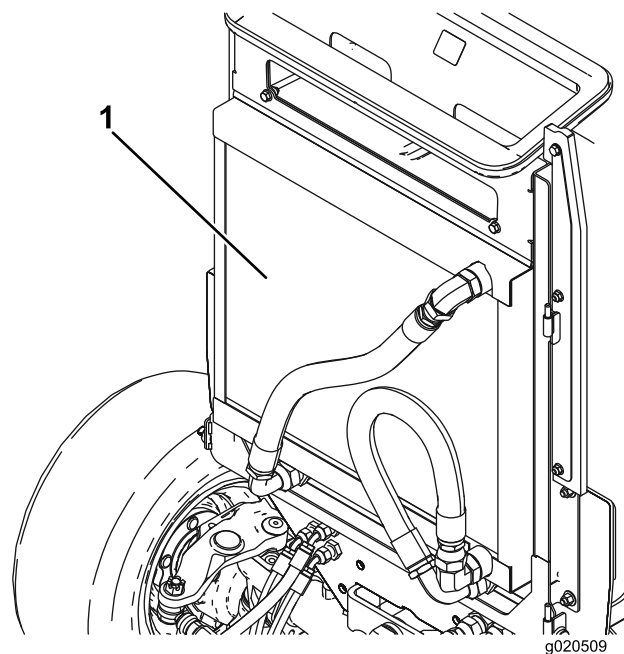

Figura 77
4. Limpie a fondo ambos lados de la zona del enfriador de aceite/radiador (Figura 77) con aire comprimido. Empezando en la parte delantera, sople los residuos hacia la parte trasera. Luego, limpie desde atrás, soplando los residuos hacia adelante. Repita el procedimiento varias veces hasta eliminar todos los residuos.